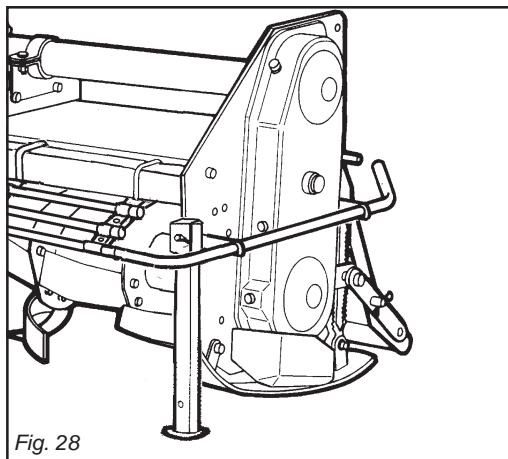

Fig. 28
- 1) Position the support foot as shown in the figure 28.
- 1) Den Stützfuß wie in Abb. 28 gezeigt anordnen.
- 1) Placer le pied d'appui (Fig. 28).